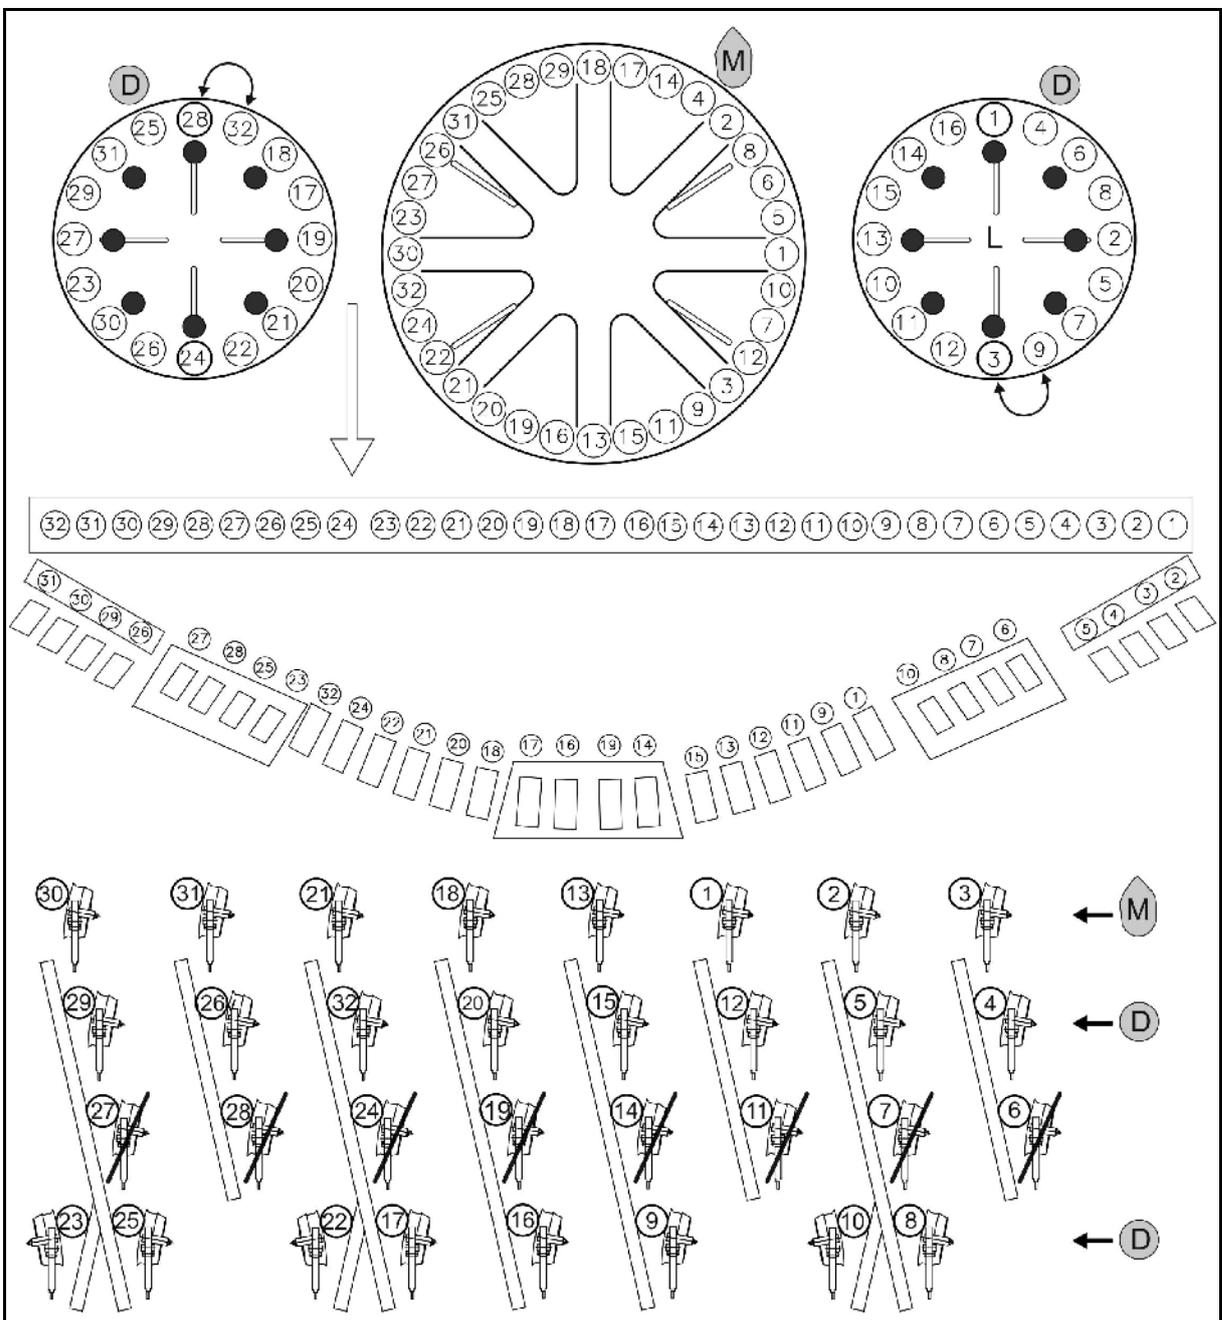

Fig. 51
- Maïs **M** : Monter la tôle de fermeture conformément à Fig. 51.
- Engrais **D** : monter les bouchons de fermeture conformément à Fig. 51.